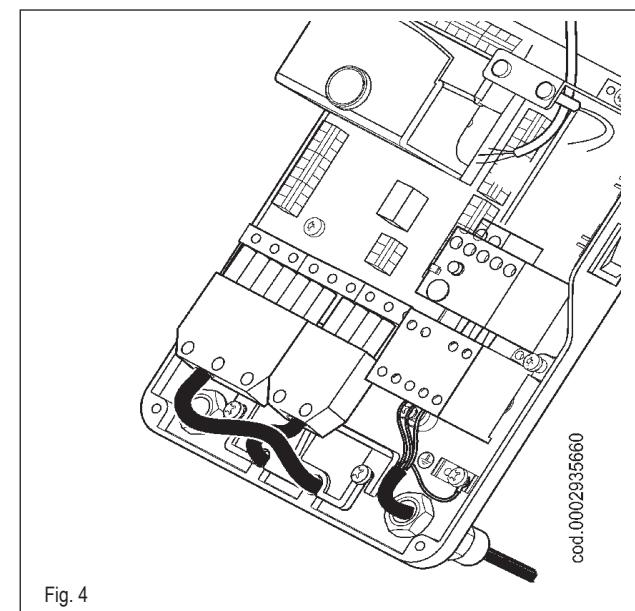

Fig. 4
- Открутите 4 винта (1), как показано на рисунке 1.
- Ослабьте винты (2) для снятия зажимной пластинки проводов (3), проденьте через отверстия два разъёма 7-штырьковый и 4-штырьковый, как на рисунке 2. Если горелка трёхфазная, соедините питающие провода (4) к дистанционному выключателю, закрепите заземляющий провод (5) и затяните соответствующий хомут.
- Поверните эксцентрик (6) так, чтобы пластинкаенным образом надавила на два провода, после этого закрутите винты фиксации пластинки. Наконец, соедините два разъёма, 7-ми- и 4-штырьковый (смотрите рисунок 4).